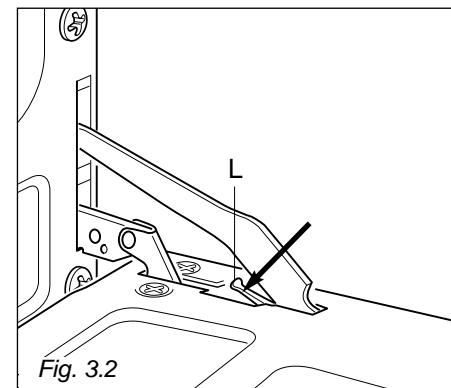

Fig. 3.2
- Spingere in basso la levetta di aggancio "L" (fig. 3.2) e mantenendola in questa posizione richiudere dolcemente la porta per ottenere il blocco della cerniera.